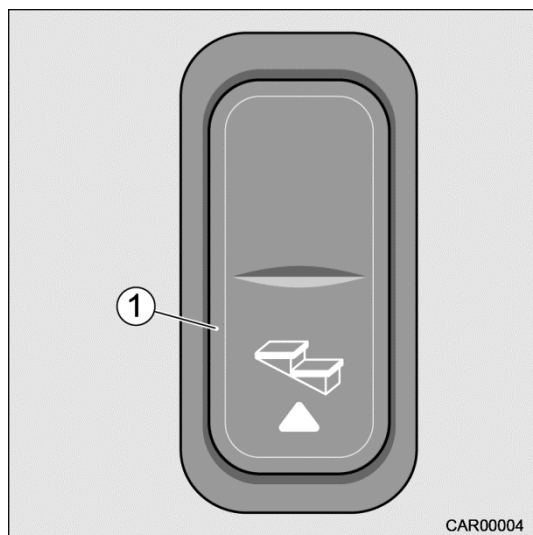

Fig. 10 Interrupteur en cabine
1. Appuyer sur l'interrupteur à bascule (Fig. 10/1) et le marche-pied rentre complètement.